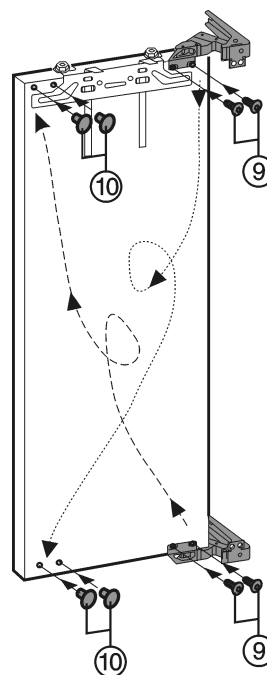

Fig. 4
- ▶ Scharniere von der Tür abschrauben Fig. 4 (9), umsetzen und **fest (mit 4 Nm)** anschrauben.
- ▶ Freigewordene Befestigungslöcher mit Stopfen Fig. 4 (10) verschließen.